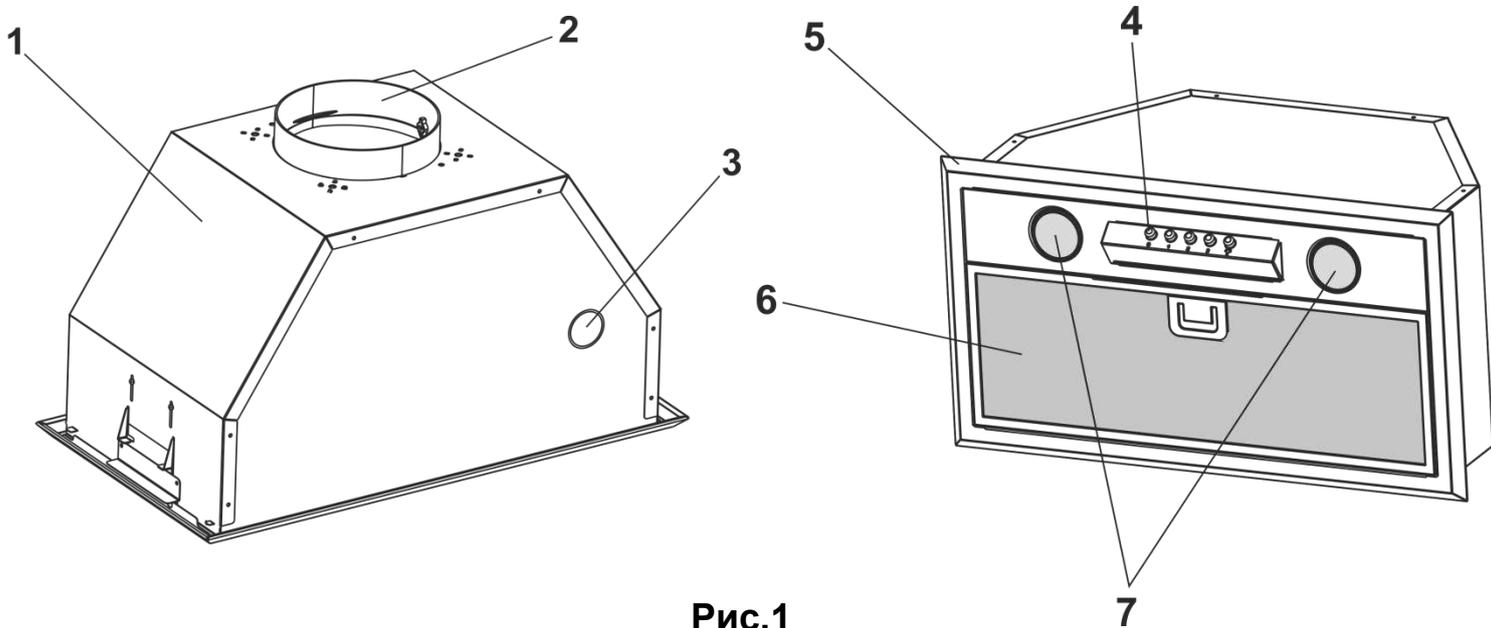

Рис.1
**5.4** Витяжка складається з наступних складових частин (**рис.1**):